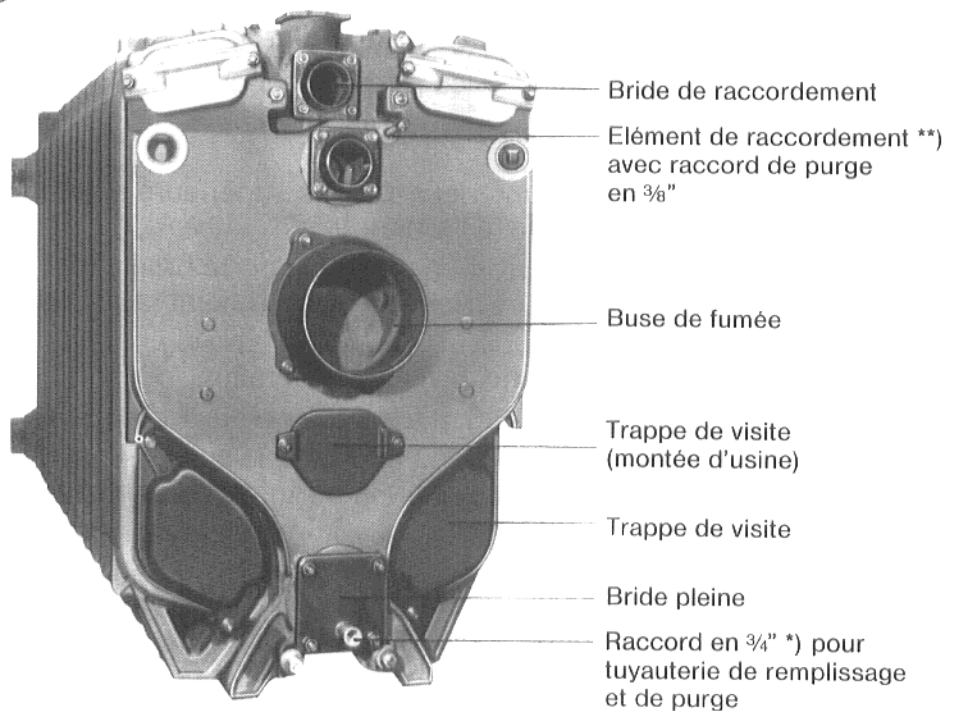

Fig. 28
Fixer la **boîte à fumée** sur l'élément de raccordement (Fig. 28) avec les 3 goujons filetés, et la bloquer au moyen des écrous. Le cordon d'étanchéité en fibres est en place.
**) La tubulure de purge en $\frac{3}{8}$ " (de 100 mm de longueur) avec purgeur manuel, également en $\frac{3}{8}$ ", sera fournie et montée étanche par l'installateur (Fig. 28).